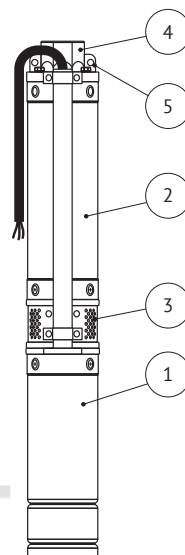

Рисунок 1 -
Агрегат (рисунок 1) состоит из трехфазного маслонаполненного электродвигателя (поз. 1) переменного тока и многоступенчатой проточной части (поз. 2). Проточная часть – центробежного типа. Корпус агрегата выполнен из нержавеющей стали.
Схема установки/размещения агрегата показана на рисунке 2. Присоединить напорную магистраль к выходному отверстию агрегата (см. рисунок 1, поз. 4). В качестве водоподъемных труб рекомендуется использовать стальные трубы или трубы из полимерных материалов, выдерживающие давление в 1,5 раза больше, чем максимальное давление, создаваемое агрегатом.
*При использовании пластиковой напорной трубы агрегат необходимо подвешивать на стальной нержавеющей трос, закрепленном в проушинах агрегата (см. рисунок 1, поз.5), выдерживающий нагрузку не менее 200 кг.*